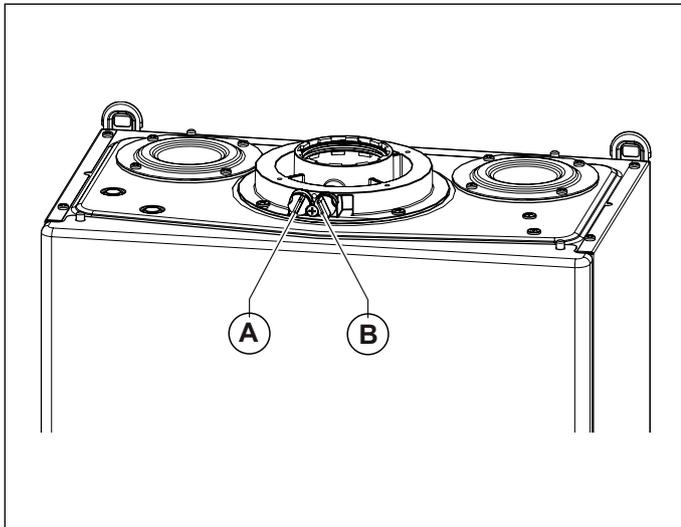
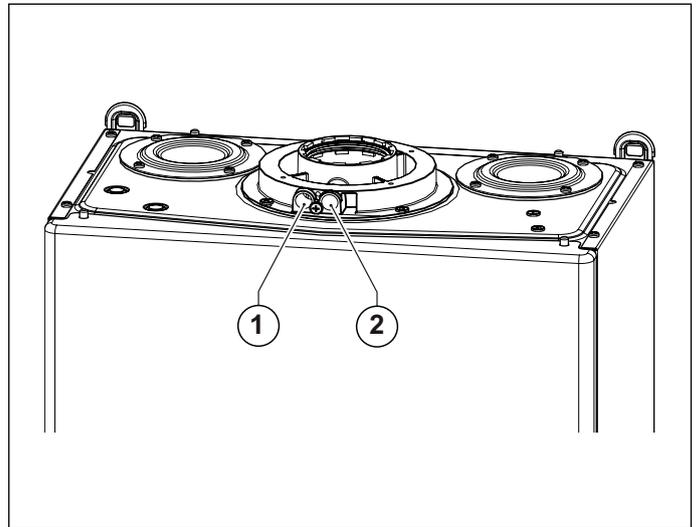

Fig. 18 Posizione tappi
Fig. 19 Posizione fori
La caldaia è provvista di una torretta per il collegamento della tubazioni di aspirazioni aria/scarico fumi (vedi Fig. 18 Posizione tappi e Fig. 19 Posizione fori).
Nella torretta sono stati predisposti dei fori per l'accesso diretto all'aria comburente ed allo scarico dei fumi (vedi Fig. 19 Posizione fori).
Prima di effettuare le misurazioni togliere i tappi **A** e **B** dai fori predisposti sulla torretta (vedi Fig. 18 Posizione tappi).
- misura dell'aria comburente prelevata nell'apposito foro **1** (vedi Fig. 19 Posizione fori).
- misura della temperatura fumi e della CO2 prelevata nell' apposito foro **2** (vedi Fig. 19 Posizione fori).